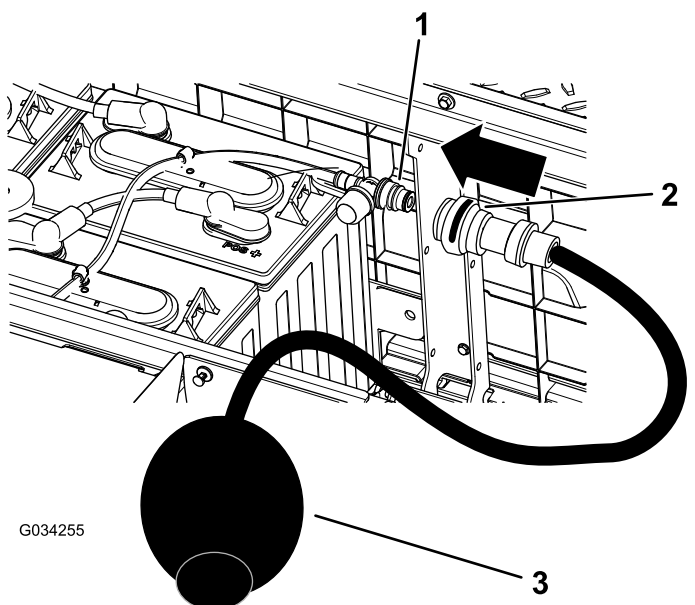

Figure 37
- Branchez la pompe à eau manuelle Toro à l'orifice de remplissage d'eau (Figure 37).